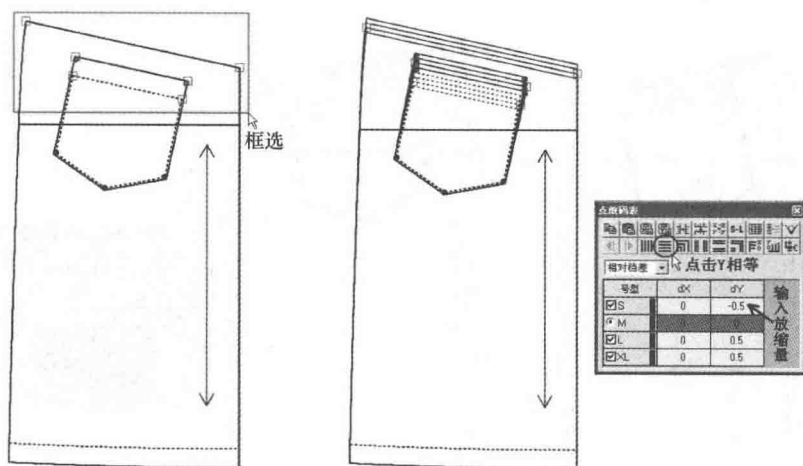

图5-42 后片上口及后贴袋上口线放缩效果图
(12) 用 【选择纸样控制点】工具框选后片上口及后贴袋上口线，在【纵向放缩】栏输入放缩量 -0.5cm，然后点击 Y 相等（图 5-42）。